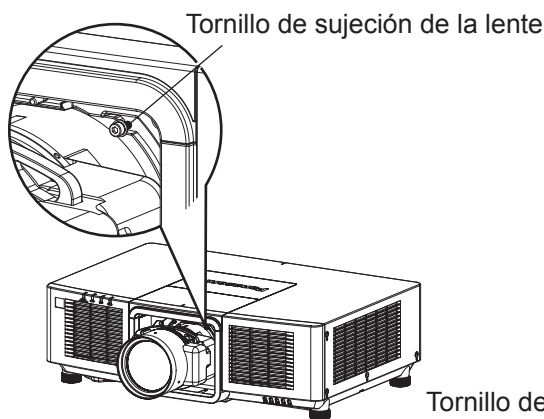

Figura 1
- Para una lente de proyección que no sea la lente de zoom (Modelo N.º: ET-EMU100), extraiga el tornillo a la derecha de la lente de proyección con un destornillador hexagonal de punta redondeada. (Figura 1)